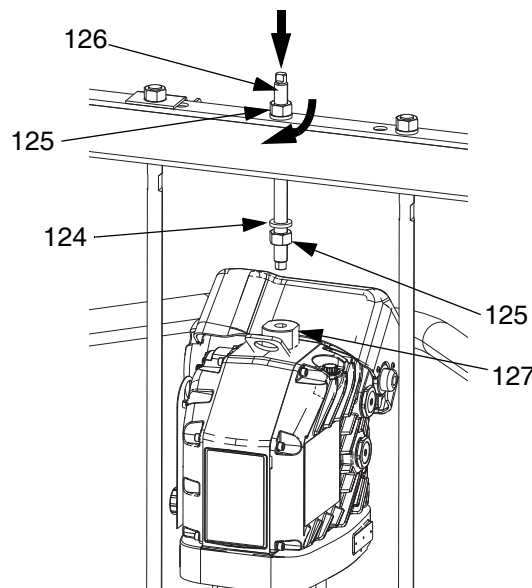

FIG. 42
1. Använd en lämplig lyft och sätt in dragstängerna i kolvpumpen (AC) och säkra drivenheten (AB) till pumpen (AC).
- b. Montera den gängade stängan (126) genom mittenhålet i tvärstycket. Montera låsbrickorna (124) och muttrarna (125) på den gängade stängan (126), både ovanför och under tvärstycket. Håll lyftringsadaptern (127) med en nyckel och dra åt gängstängan (106) in i lyftringadaptern (127) med hjälp av en annan nyckel. Se FIG. 42.
- c. Dra åt muttern (125) under tvärstycket till maximalt 34 N•m (25 ft-lbs).
- d. Dra åt muttern (125) ovanför tvärstycket så att drivenheten (AB) låses på plats.